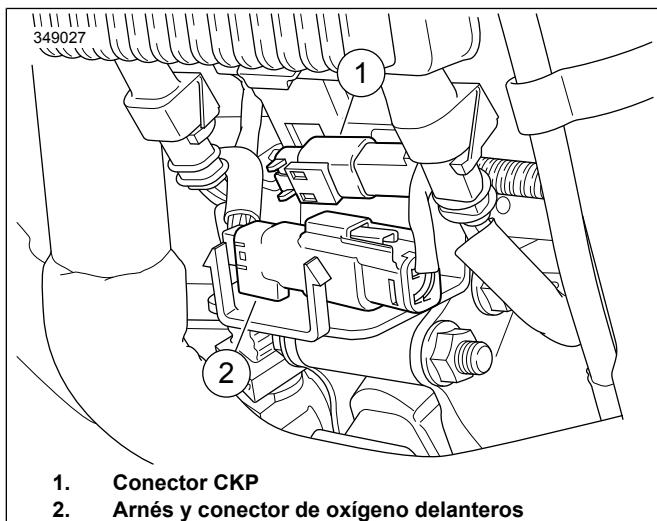

Figura 39. Ubicación del sensor de oxígeno delantero
Ver Figura 39 . Abra la cubierta de la caja de fusibles delantera y desenchufe el conector del sensor de oxígeno delantero (2). Extraiga la caja del conector de la caja de fusibles y relés.